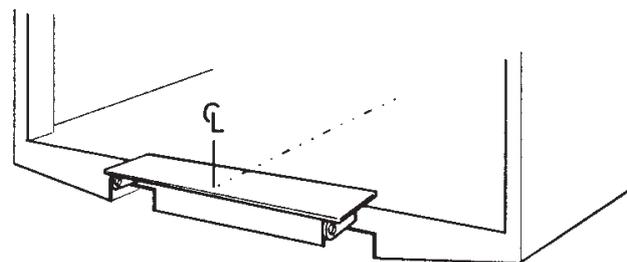

Abb. 27. Schrauben oder punktschweißen der Montagevorrichtung an der Hecktraverse
2. Schrauben oder punktschweißen Sie die Montagevorrichtung (Art.-nr. 78183TL) an der Hecktraverse an, sodass die jeweiligen Mittelpunkte zusammenfallen, siehe Abb. 27.